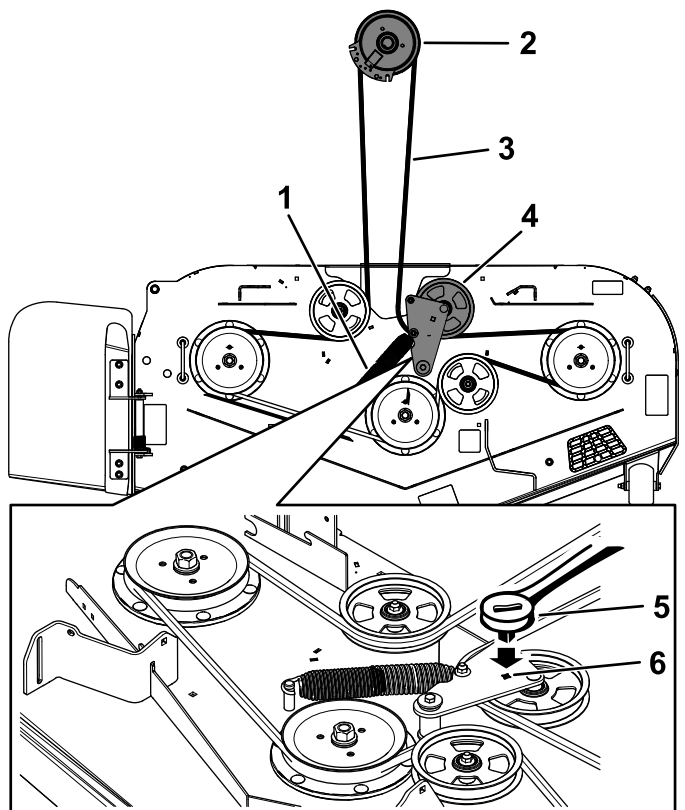

Figure 78
5. Insérez un rochet de $\frac{3}{8}$ pouce dans le trou carré du bras de la poulie de tension pour détendre le ressort de la poulie de tension (Figure 78).
7. Enlevez le guide-courroie situé sur le bras de la poulie de tension rappelé par ressort (Figure 78).
9. Acheminez la courroie neuve autour des poulies du tablier de coupe et de la poulie d'embrayage, sous le moteur (Figure 78).
10. Montez le guide-courroie sur le bras de la poulie tension (Figure 78).
11. Insérez le rochet de $\frac{3}{8}$ pouce dans le trou carré et installez le ressort de la poulie de tension (Figure 78).